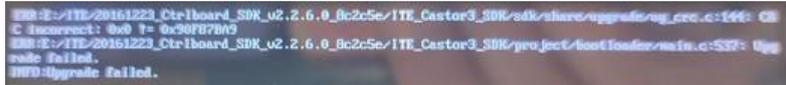

图 4-7 错误示意图
(2) 提示如图 4-7: 工程目录是否有中文路径, 如字库, 视频, 脚本文件等, 改为英文命名。